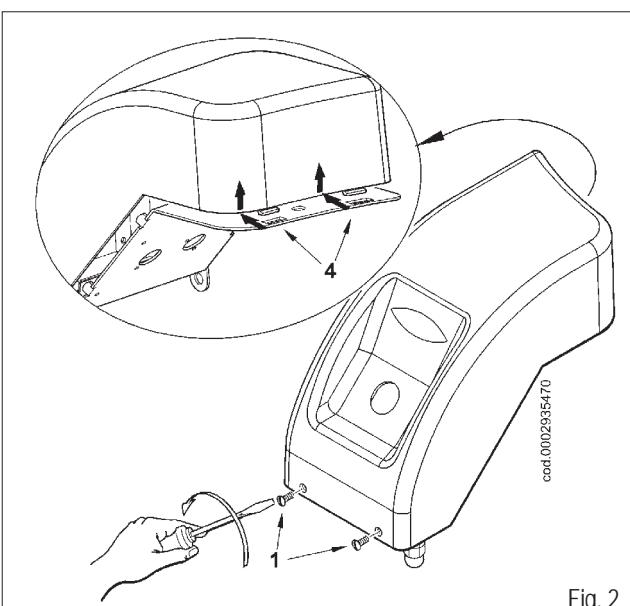

Fig. 2
- Para acceder a los componentes del panel, aflojar los dos tornillos (1), hacer retroceder ligeramente la tapa para desengancharla de la placa de soporte (fig. 2) luego, levantarla.